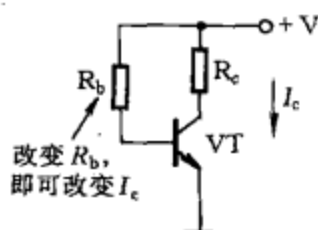

图 1-11
(2) 调整晶体管的工作点是电阻器用作限流的一个例子。图 1-11 所示为晶体管放大电路，晶体管集电极电流 I_c （工作点）由其基极电流 I_b 决定。改变晶体管基极电阻 R_b 的阻值，即可改变 I_b ，也就是改变了 I_c ，即改变了晶体管的工作点。